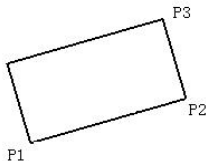

图 2-45
- 三点确定矩形：初始点 P1 确定了矩形的位置，第二点 P2 与 P1 确定了矩形的宽度与角度，第三点 P3 与 P2 的距离则确定了矩形的高度，如图 2-45 所示。